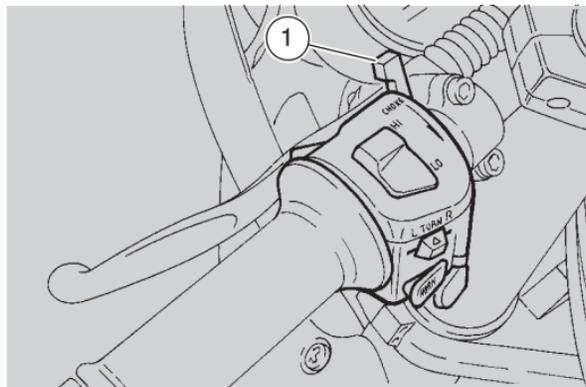

Fig. 24
Se l'avviamento avviene a motore freddo, tirare la leva "CHOKE" (1-Fig. 24).
- riportare la leva "CHOKE" (1-Fig. 24) completamente in avanti;